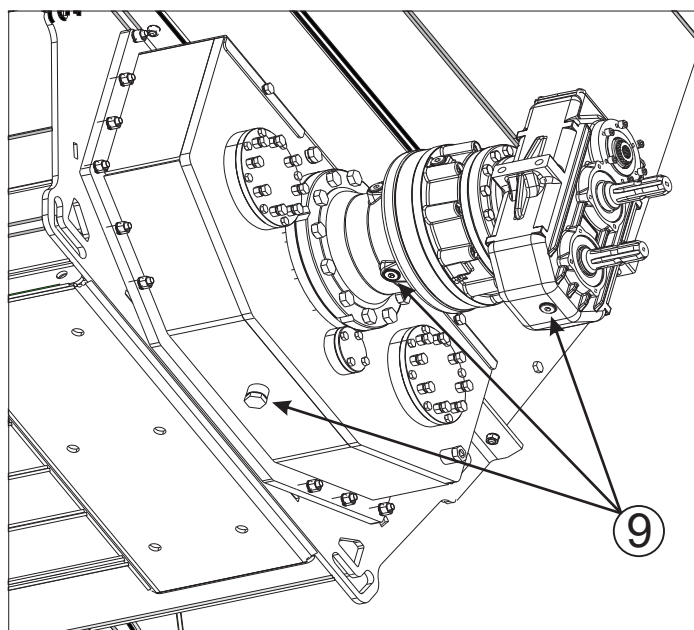

Fig. 23 - Drenaje
Para cambiar el aceite de la caja de cambios, retire los tapones de drenaje (9) situados en la parte inferior (Fig. 23). Vierta el aceite en un recipiente. MENTA recomienda encarecidamente cumplir con la normativa medioambiental para el aceite usado.
Compruebe el nivel de aceite hidráulico (6) para asegurarse de que haya suficiente aceite en el sistema. (Fig. 23) Para purgar el aire del sistema hidráulico, accione la toma de fuerza (TDF) durante unos minutos con el equipo vacío.